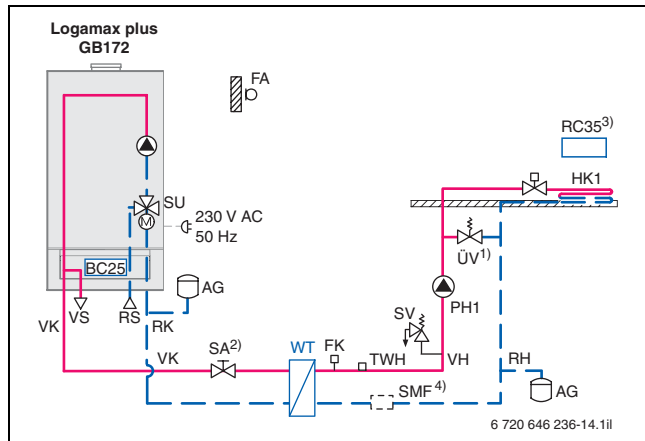

Bild 67 Beispiel für eine Fußbodenheizung mit Systemtrennung über einen Wärmetauscher bei nicht sauerstoffdichten Röhren
Bei der Installation von sauerstoffdurchlässigen Röhren, z. B. für Fußbodenheizungen, ist eine Systemtrennung mithilfe eines Wärmetauschers einzuplanen (→ Bild 67, Seite 70).
Für Fußbodensysteme mit nicht sauerstoffdichten Röhren ist eine Systemtrennung vorzusehen. Der Fußbodenkreis muss nach dem Wärmetauscher separat mit Ausdehnungsgefäß, Sicherheitsventil und Temperaturwächter abgesichert werden (→ Bild 67). Die Auslegung des Wärmetauschers ist entsprechend den gewählten Systemtemperaturen vorzunehmen. Der primärseitige Druckverlust (Kesselkreis) muss kleiner als die Restförderhöhe der im Logamax plus GB172/GB172T integrierten Pumpe sein.
- 1) ÜV nicht erforderlich bei drehzahlgeregelten Pumpen (→ Bild 67)